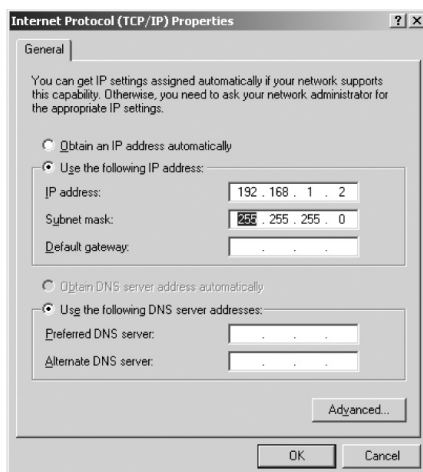

Рис. 6. Окно свойств протокола Интернета (TCP/IP)
6. Установите переключатель *Use the following IP Address (Использовать следующий IP-адрес)* и введите параметры, показанные на рис. 6.